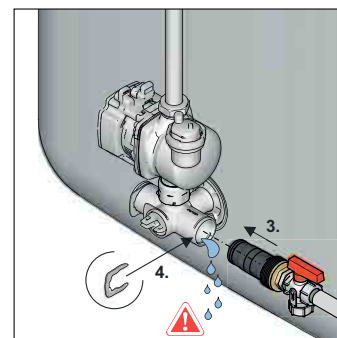

Fig. 5-3 Montare il raccordo di riempimento KFE nell'angolo di raccordo.
- Inserire il **raccordo di riempimento KFE (KFE BA,  16 52 15)** nell'angolo di raccordo e fissarlo con graffe di sostegno (fig. 5-3).